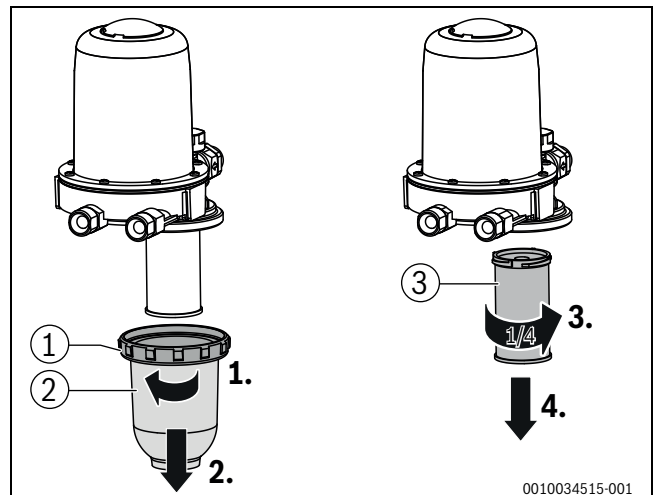

Bild 78 Filtertasse entfernen
- ▶ Überwurfmutter (→Bild 78[1]) entfernen.
- ▶ Filtertasse (→Bild 78, [2]) abnehmen.
- ▶ Ölfiltereinsatz (→Bild 78, [3]) mit einer Viertel-Umdrehung gegen den Uhrzeigersinn lösen.
- ▶ Ölfiltereinsatz (→Bild 78, [3]) ansetzen und mit einer Viertel-Umdrehung im Uhrzeigersinn befestigen.
- ▶ Filtertasse mit Überwurfmutter (→Bild 78, [1] und [2]) montieren.